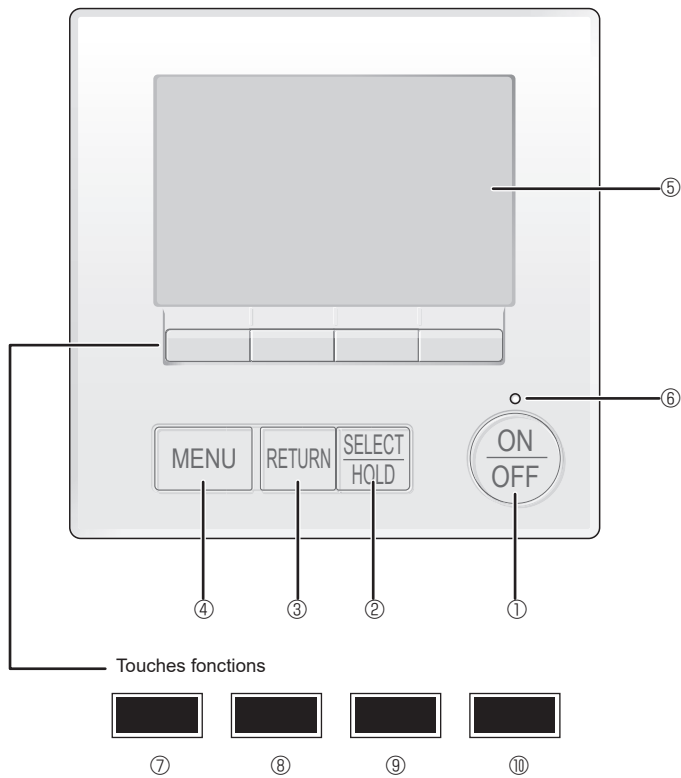

Fig. 7-1
7.2.1. À l'aide de la télécommande filaire MA (Fig. 7-1)
① Touche [ON/OFF]